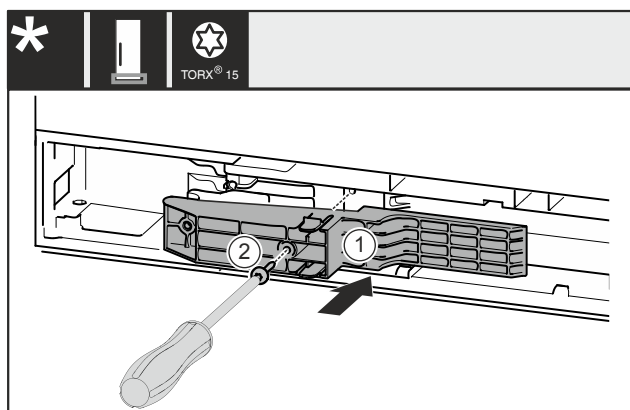

Fig. 51 \*
- ▶ Włożyć element adaptera Fig. 51 (1) w zagłębienie po stronie uchwyty.\*
- ▶ Przykręcić śrubę Fig. 51 (2) śrubokrętem.\*